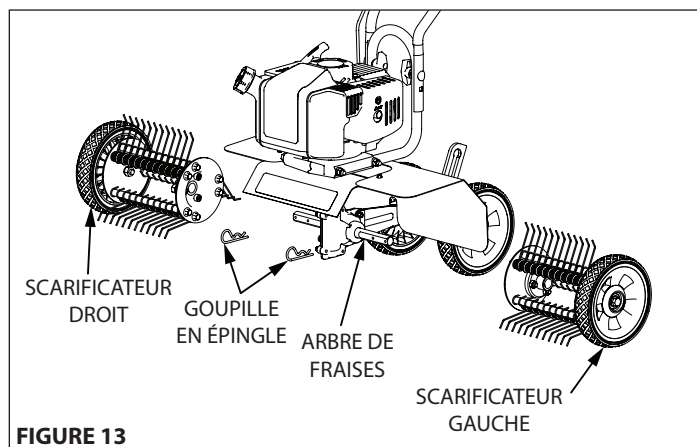

FIGURE 13
6. Enfiler les éléments de scarificateur droit et gauche sur l'arbre de fraises en veillant à placer l'élément droit du côté droit et l'élément gauche du côté gauche, vu depuis la position de conduite. **VOIR FIGURE 13**
7. Attacher les éléments de scarificateur en plaçant les deux goupilles en épingle (46134) fournies avec le nécessaire dans les trous intérieurs de l'arbre de fraises. **VOIR FIGURE 13**